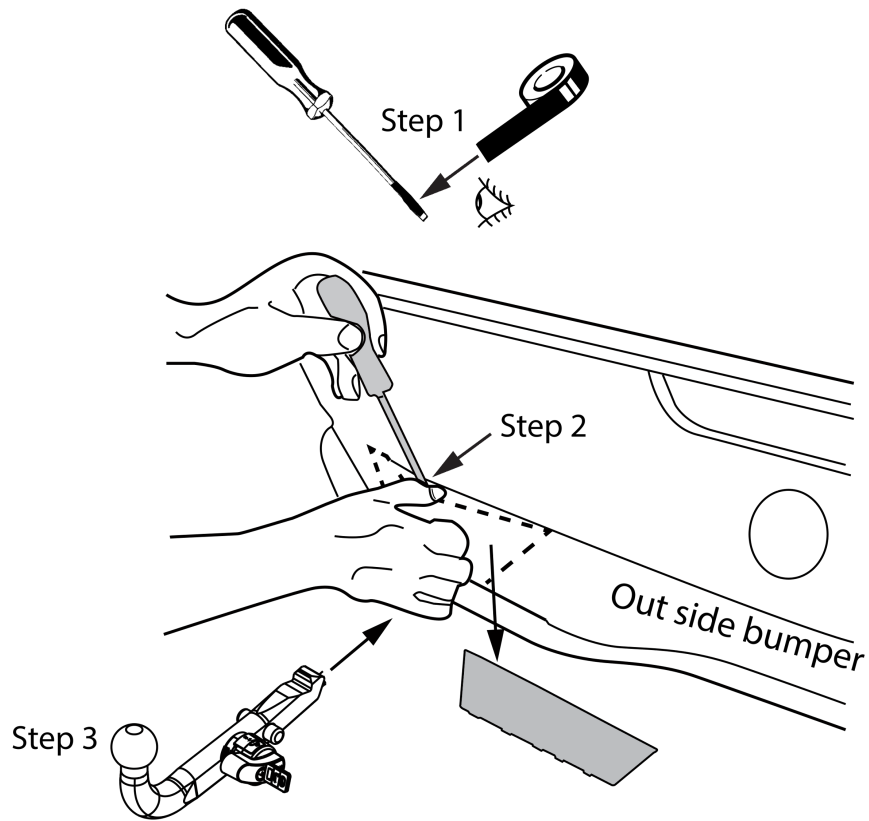

Fig. 2
6. Zdemontować osłony zderzaka i zamontuj BMA. Patrz rysunek 2.
6. Снять крышка бампера и установи ВМА. См. рисунок 2.